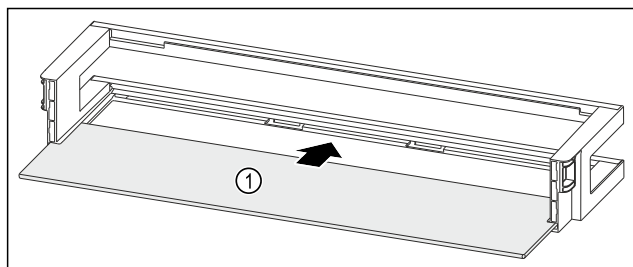

Fig. 167 Дверная полка со съемной полкой
- ▶ Вдвиньте съемную полку Fig. 167 (1) в боковые пазы.